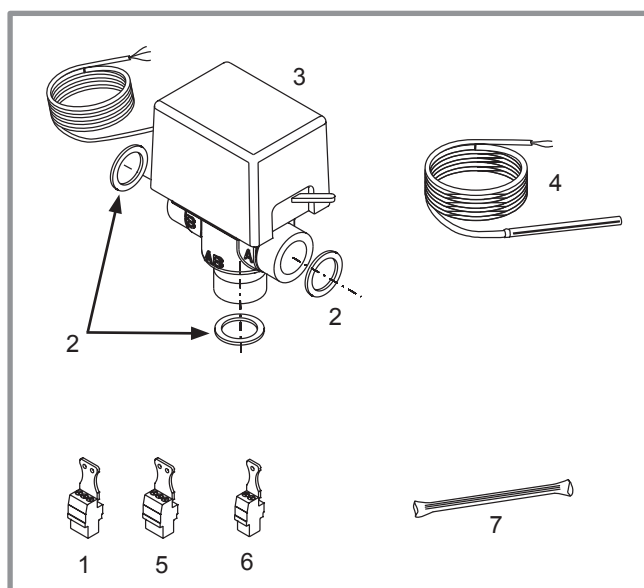

Figure 6 - Pièces détachées kit sanitaire
- **2** - Raccorder la vanne directionnelle sur le connecteur QX4 (fil brun sur la borne QX4, fil vert/jaune sur la borne terre et fil bleu sur la borne N). Utiliser un connecteur à 3 plots (rep.3 ou 4, figure 6).
- **4** - Raccorder la résistance du ballon ECS mixte sur la borne 19 (terre) et sur le relais RPECS aux bornes 2 (L) et 4 (N).